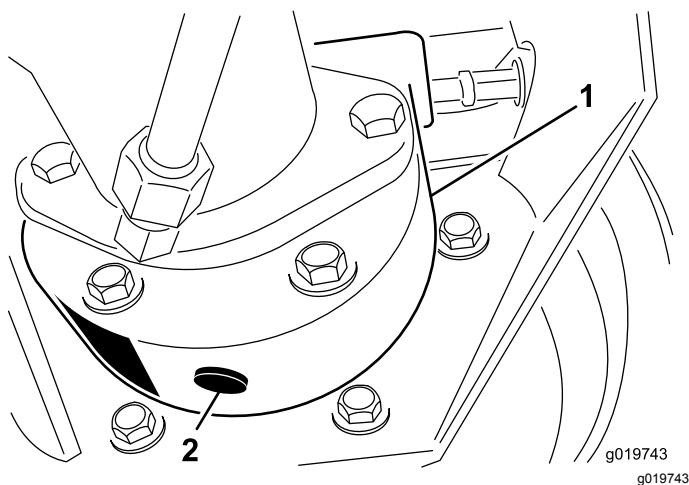

Figura 67
3. Coloque o recipiente de escoamento por baixo da estrutura do travão, retire o tampão e deixe o óleo escorrer para o recipiente (Figura 67).